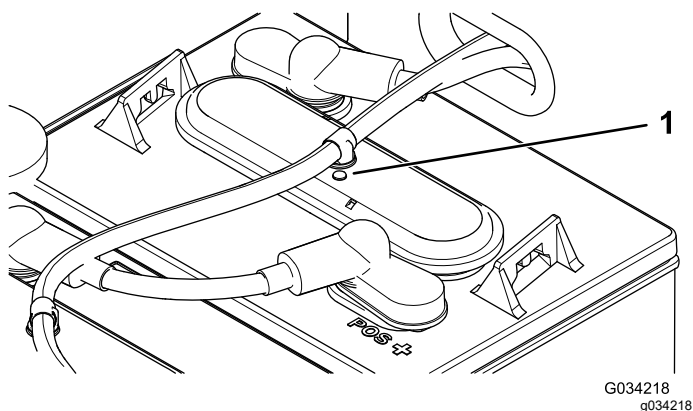

Figure 39
3. Sur chaque batterie, vérifiez si la pastille est noire ou blanche (Figure 39).